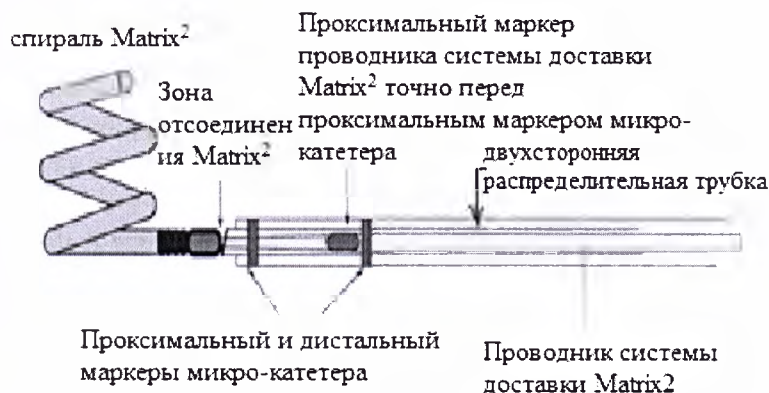

Рисунок 7. Оптимальное позиционирование рентгеноконтрастных маркеров
7. Еще раз проверить при помощи рентгеноскопического исследования, что проксимальный маркер проводника находится на периферии проксимального маркера двухсторонней распределительной трубке (рисунок 7). (Положение могло измениться во время установки соединительных кабелей).